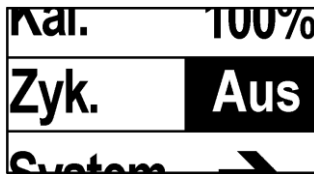

Fig. 43: Zyklus Anzeige
2. „Zyklus“ Menü anwählen (siehe Fig. 43)